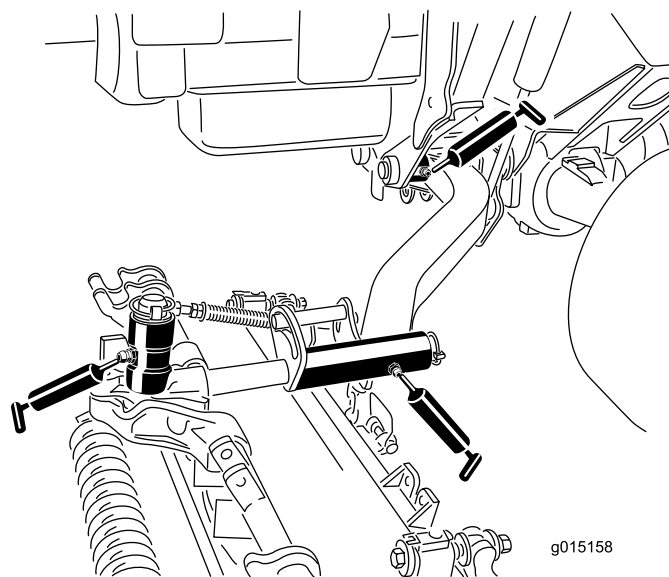

図 45
- 昇降アームのピボットブッシュカッティングユニット 1 台に 1ヶ所 図 45
- カッティングユニットのキャリアフレームカッティングユニット 1 台に 2ヶ所 図 45
- 昇降アームのピボットカッティングユニット 1 台に 1ヶ所 図 45